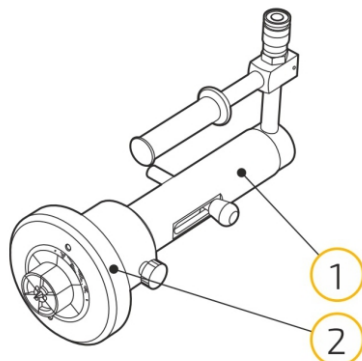

Рис. 5.7.4
- 2.** Закрепить на гидроцилиндре 1 расширительную насадку 2 требуемого размера (рис. 5.7.4).